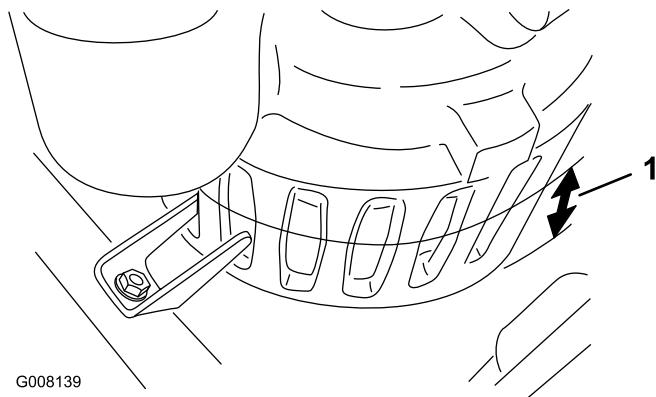

Figura 8
1. Mida la profundidad del agua en la parte más honda del búnker. Si la profundidad del agua es de menos de 6,35 cm (si llega hasta la mitad de las ranuras de la bomba), excave un hoyo de 30 cm x 30 cm por 5-7,5 cm de profundidad para introducir la bomba (Figura 8).